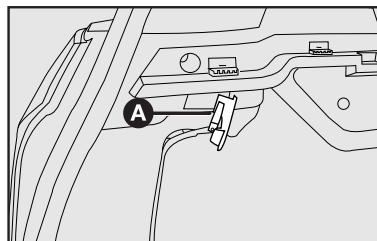

fig. 43
- 2) quite la lámpara sacándola de su alojamiento **A-fig. 43** y cámbiela por una lámpara nueva.